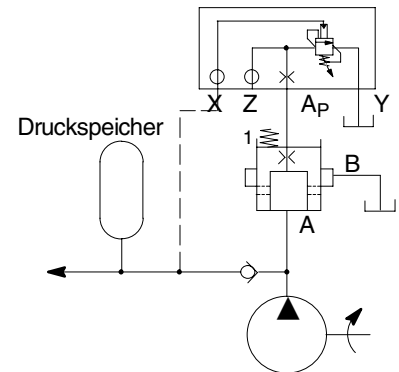

Abbildung 29
2. Systeme mit Druckspeicher (siehe Abbildung 29), wo ein Pumpenteil (meist der kleinere) gegen sein eigenes Hochdruck-Begrenzungsventil belastet bleibt und der andere Teil entsprechend der Systemanforderung be- oder entlastet wird.